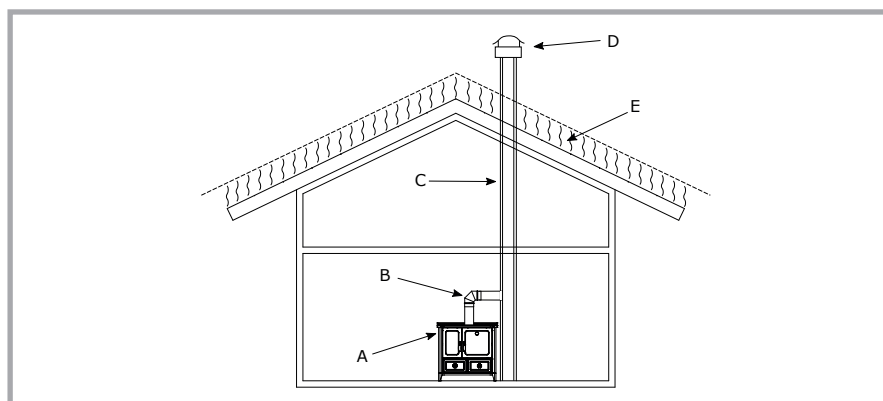

Abb. 4 - Teile des Kamins A = Holzherd, B = Rauchrohrstutzen, C = Rauchabzug, D = Schornstein, E = Windfangbereich
Der Schornstein muss, unter Berücksichtigung der allgemeinen Umgebungs- und Umweltbedingungen, für den Anschluss des ausgewählten Holzherdes geeignet sein. Sein Querschnitt muss so dimensioniert sein, dass der Rauch ohne Schwierigkeiten aus dem Herd abziehen kann. Bei Überdimensionierung würde sich der Schornstein nicht schnell genug erwärmen, was Kondenswasserbildung so wie schlechten Rauchzug zur Folge haben könnte. In Tabelle 1 ist der empfohlene Durchmesser für den Rauchabzug, je nach Holzherd-Modell und Höhe des Schornsteins (H) angeführt. Die Höhe des Schornsteins muss so bemessen sein, dass ein optimaler Rauchabzug für das ausgewählte Herdmodell garantiert wird. Je höher der Schornstein, desto besser ist der Rauchzug. Bei einer Schornsteinhöhe unter 4 Metern ist ein einwandfreier Betrieb des Herdes nicht gewährleistet. Abgasrohre dürfen keine gewundenen oder waagrechten Abschnitte aufweisen und müssen immer mit Steigung zum Schornstein hin, montiert werden; die Anzahl der Rohrbögen ist auf ein Minimum zu beschränken. Abb. 4 zeigt einige Beispiele für die richtige und falsche Ausführung des Rauchabzugs.